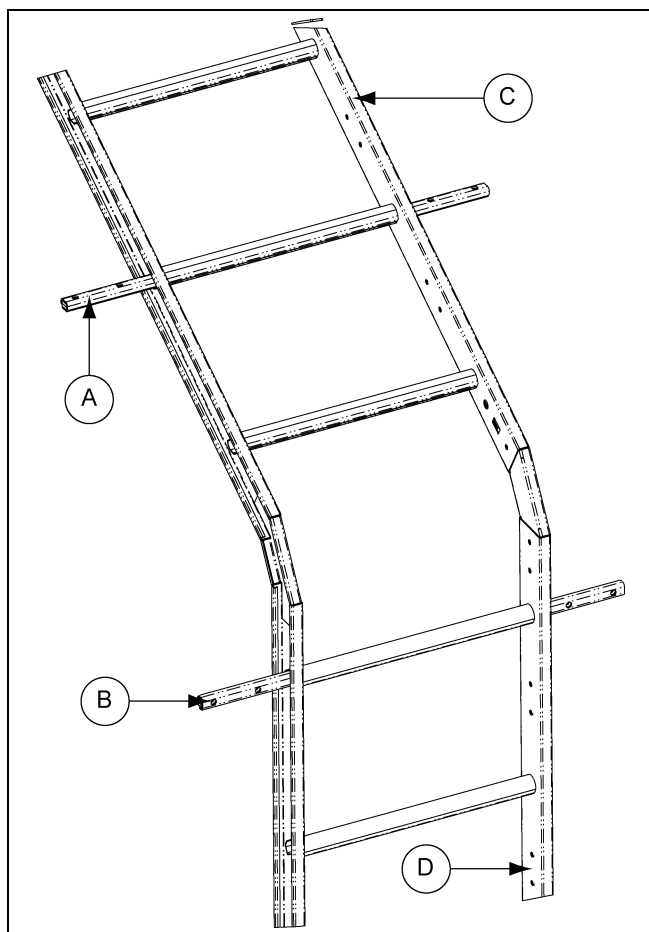
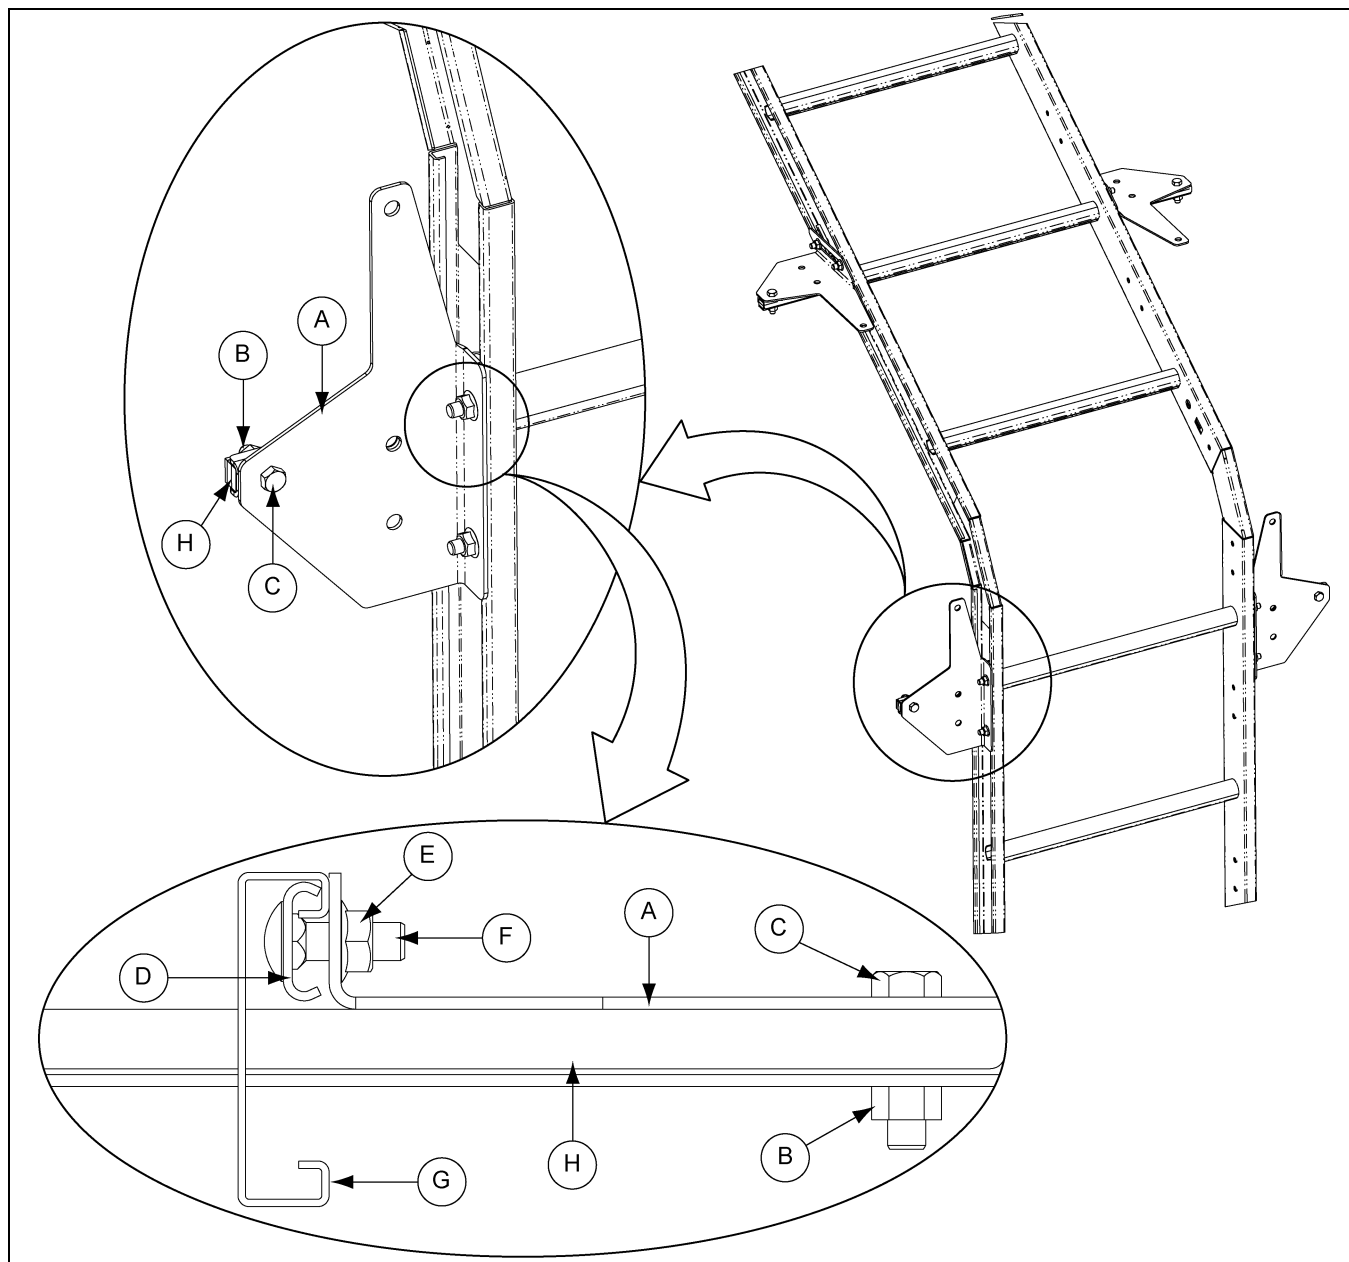
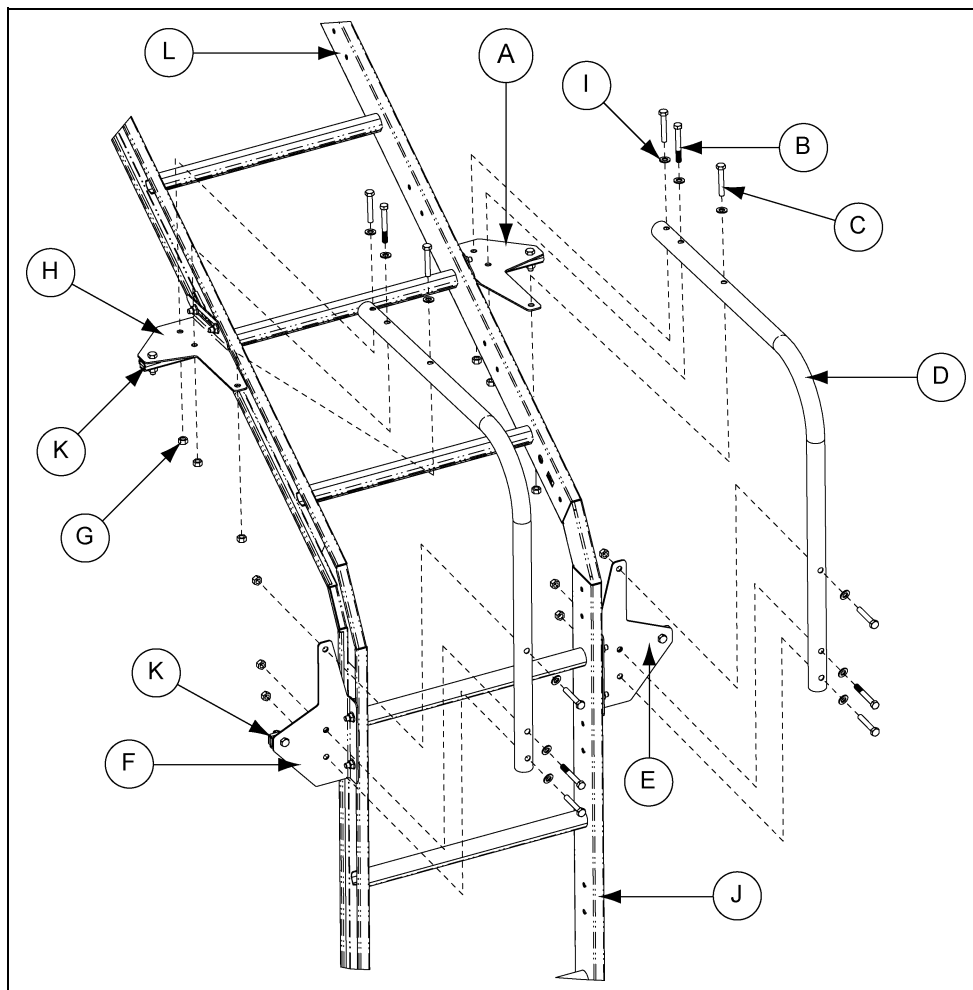
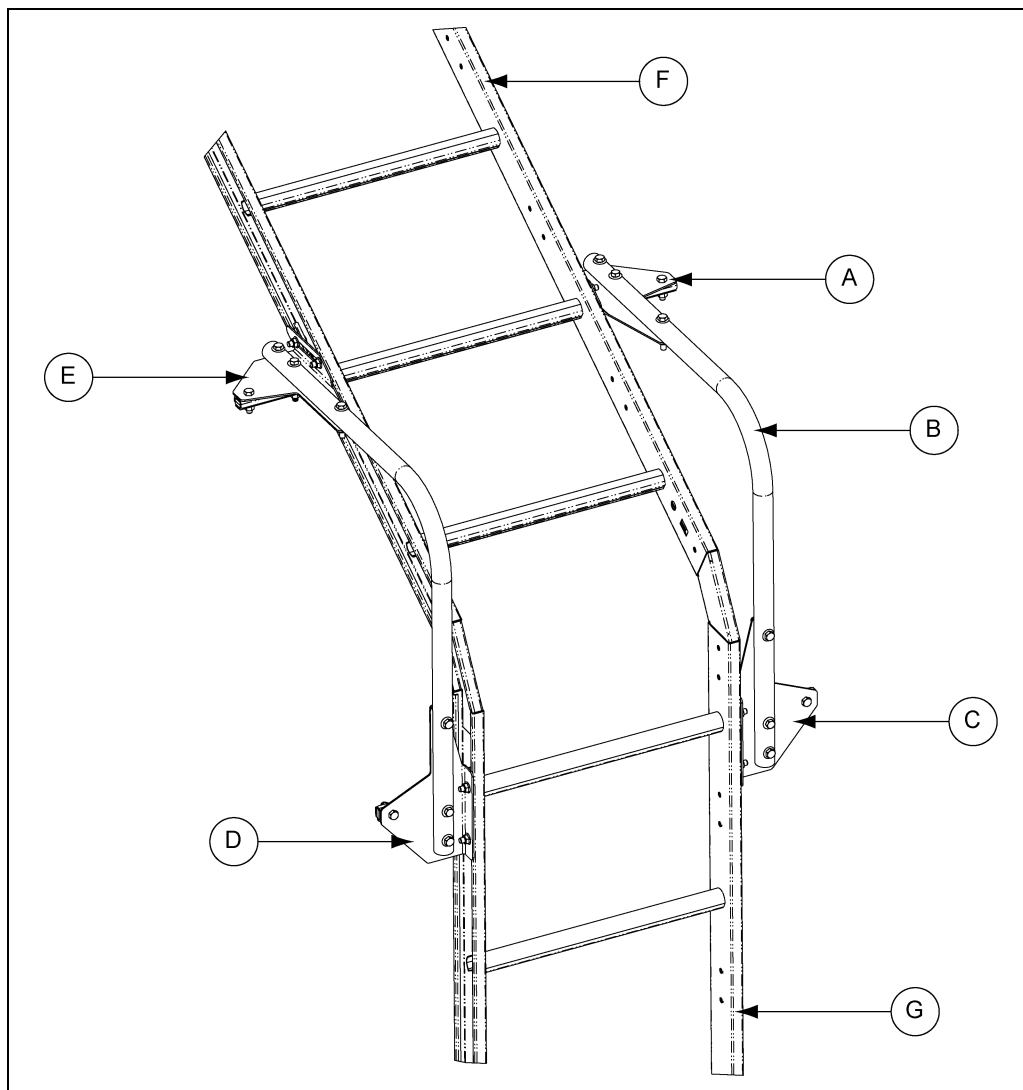

Рисунок 9А
Рисунок 9D
Рисунок 9F
Рисунок 9G Поручни в полностью собранном виде
Для лестниц без защитных ограждений требуются поручни. Начните установку, сместив штангу поручня в сборе через верхнюю ступеньку лестницы боковой стенки, а другую штангу поручня - через вторую ступеньку лестницы крыши, как показано на Рисунок 9А. Все четыре (4) элемента LDR-5421, LDR-5414 (2) и LDR-5422 необходимо собрать, как показано на Рис. 9В на стр. 40 и рис. 9С на стр. 41 и установить через ступеньки лестницы. Элементы штанги поручня в сборе крепятся друг к другу болтами во время установки угловых накладок и поручней. Установите левую нижнюю угловую накладку поручня так, чтобы крайнее наружное отверстие совпало с крайним наружным отверстием штанги поручня в сборе. Закрепите с помощью клиньев, болта с квадратным подголовком 5/16" x 1" и фланцевых гаек 5/16", как показано на Рис. 9D на стр. 42. Закрепите болтом угловую накладку поручня на штанге поручня в сборе, как показано. Установите левую верхнюю угловую накладку поручня так, чтобы крайнее наружное отверстие совпало с крайним наружным отверстием штанги поручня в сборе. Закрепите с помощью клиньев и крепежа, как показано на Рис. 9Е на стр. 43. Потребуется немного ослабить крепеж клина для правильной установки труб поручня. Повторите процедуру установки угловой накладки поручня и клина с противоположной стороны лестницы. Установите трубы поручня с помощью крепежа 5/16", как показано на Рис. 9F на стр. 44, в необходимый момент ослабив крепеж клина для правильной установки труб поручня. Затяните весь крепеж для завершения сборки. См. рис. 9G на стр. 45 и рис. 9H на стр. 46 для получения дополнительных сведений.